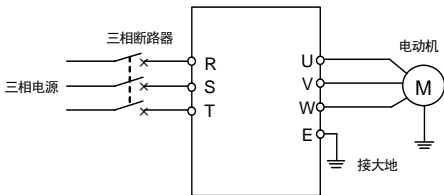

图 4-2 简单运行接线图
- ① 按图 4-2 接线；
- ② 确认接线无误后合上电源开关，接通电源，变频器先显示“P.oFF”，稍后显示“0”；
- ③ 确认频率设定通道为数字设定方式 ([F0.00] = 0)；
- ④ 根据变频器拖动电动机的额定铭牌数据，需对参数[F0.12]、[F0.13]进行设置；
- ⑤ 按  键启动变频器，变频器输出 0 频率，显示“0.0”；
- ⑥ 按  键的 UP 功能，增大设定频率，变频器的输出频率增加，电机转速加快；
- ⑦ 观察电机的运行是否正常，若有异常立即停止运行，并断电，查清原因后再运行；
- ⑧ 按  键的 DOWN 功能减小设定频率；
- ⑨ 再按  键停止运行；并切断电源。